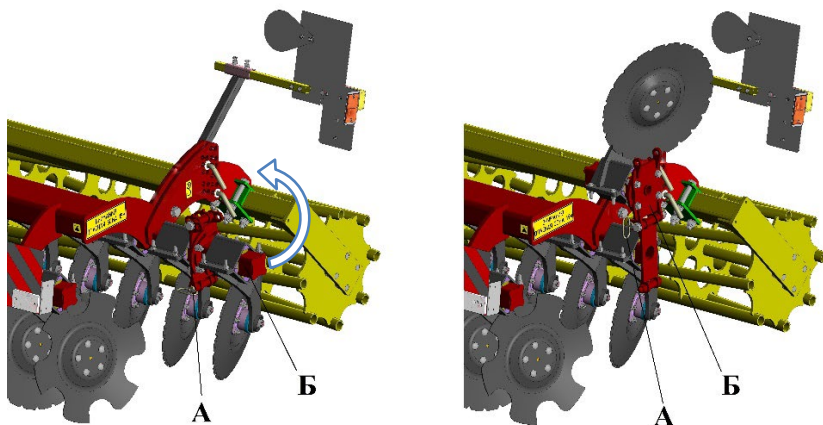

Рисунок 10 – Складывание крайнего диска АДЛ-4
8.1 Для транспортировки АДЛ-4 сложите крайние диски **Б** в транспортное положение и закрепите пальцами **А** (рисунок 10).